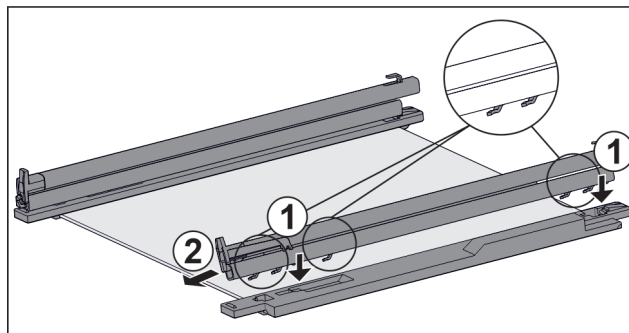

Fig. 61 Płyta szklana z szynami i elementami mocującymi
- ▶ Założyć haki szyny w otworach **lewego** elementu mocującego. Fig. 61 (1)
- ▶ Pociągnąć szynę do przodu. Fig. 61 (2)
- ▶ Założyć haki szyny w otworach **prawego** elementu mocującego. Fig. 61 (1)